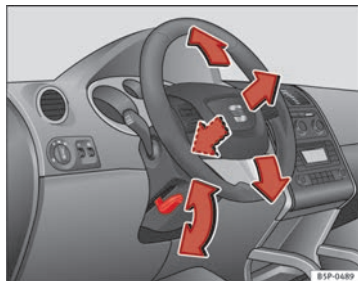

Fig. 136 Regolazione della posizione del volante
- Abbassare la leva $\Rightarrow$ fig. 136 che si trova sotto il piantone dello sterzo $\Rightarrow \triangle$.